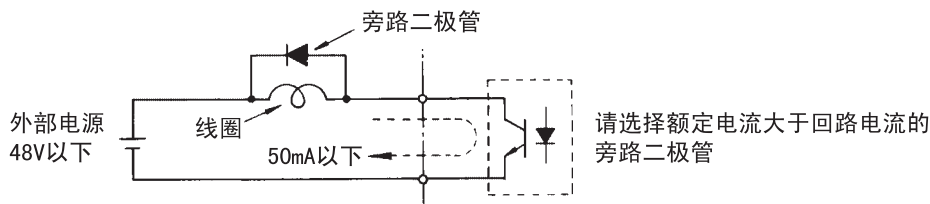

图 3.18 旁路二极管的连接
* 驱动继电器的线圈等感性负载场合，请务必如图 3.18 插入旁路二极管。